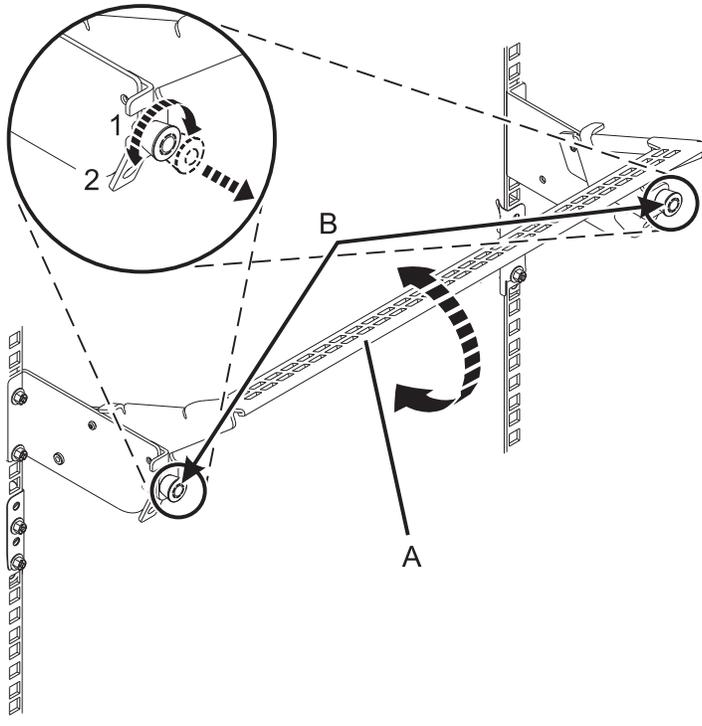

Abbildung 5. Kabelführungshalterung in die abgesenkte Betriebsposition bringen
2. Bringen Sie die Kabelführungshalterung in die Betriebsposition. Siehe Abb. 5 auf Seite 6.